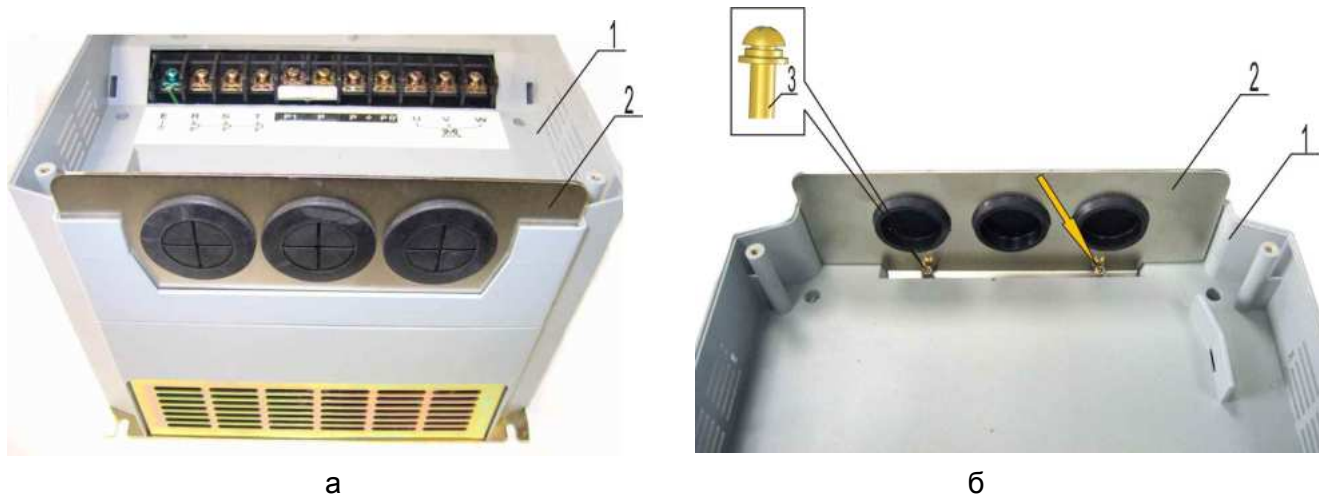

Рис. 6.5
6.5.1. Открутить два винта 3 крепления панели кабельных вводов 2 к корпусу 1 (рис. 6.5а и 6.5б). Снять панель. Положить панель и винты в тару.